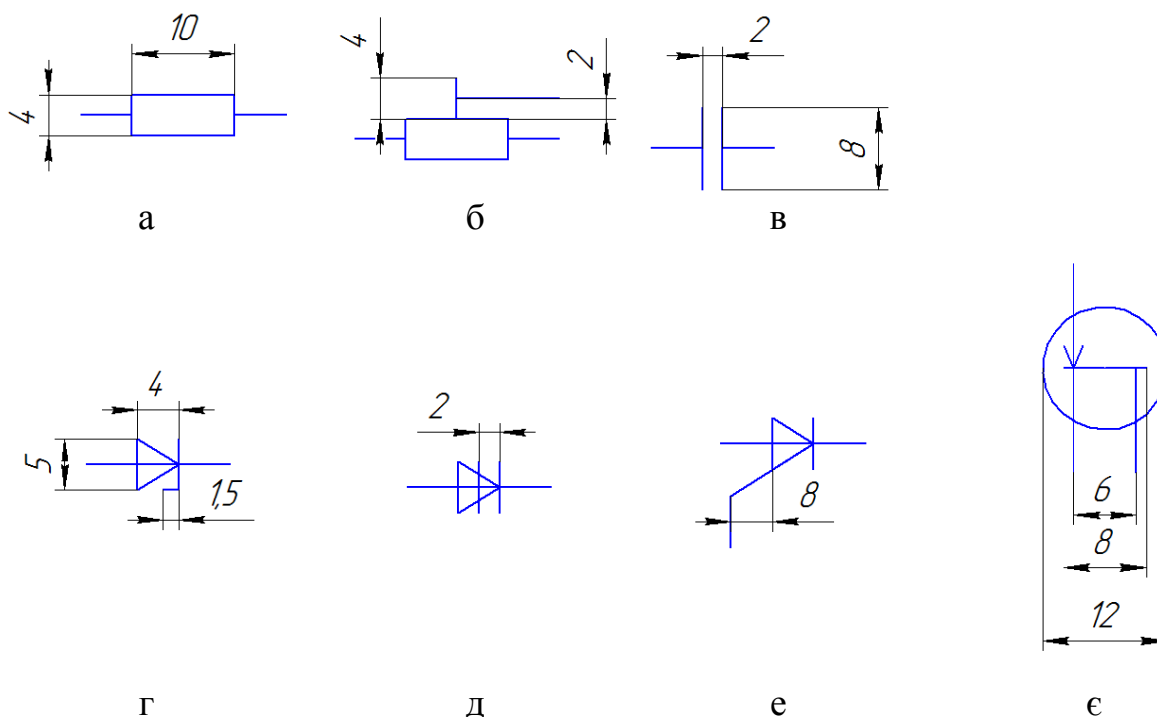

Рис. 3.12 – Умовні графічні позначення деяких радіоелементів
2. Створіть бібліотеку радіоелементів рис. 3.12.
3. Графічну частину у вигляді додатків – видрукований на форматі A4 вигляд умовних графічних позначень радіоелементів, що наведені на рис. 3.12.